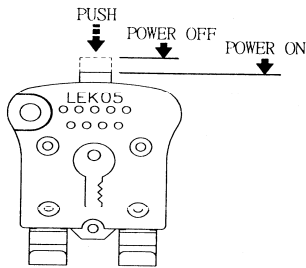

Fig. 23
E. De veiligheidsknop is niet volledig ingedrukt. Reset en herbegint. Zie Fig. 23